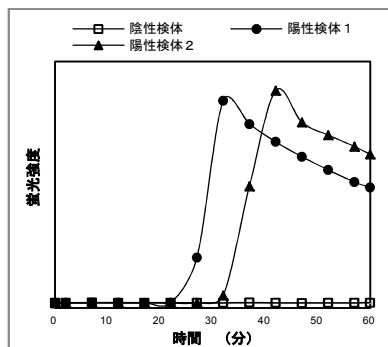

図 2. 検体の増幅曲線パターン
- 次に各検体の判定を行います。60 分以内に蛍光強度の上昇が認められた場合は「陽性」、蛍光強度の上昇が認められない場合は「陰性」とします（図 2）。